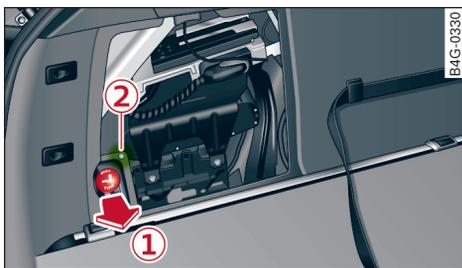

图 157 行李厢：用于牵引装置解锁的按钮
- ▶ 将按钮 ① 沿箭头方向拔出 ⇨ 图 157 ⇨ **警告**。挂车牵引装置解锁并向下摆。LED 指示灯 ② 的颜色从绿色亮起变为红色闪烁。